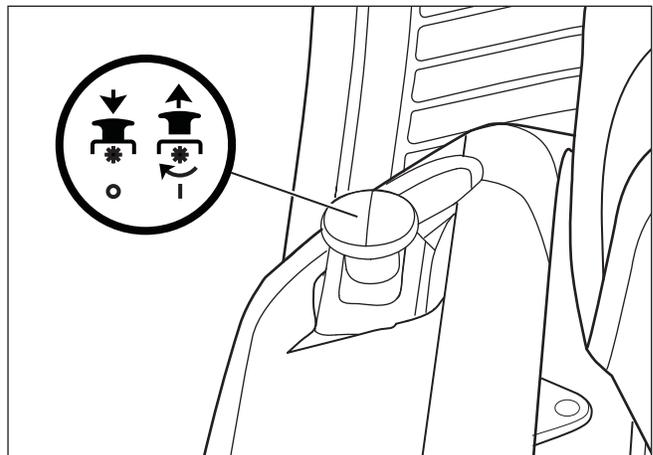

Figure 8
1. Avant de mettre le moteur en marche, s'assurer que la commande de rotation de lame est en position DÉBRAYAGE (voir la **Figure 8**).
2. Pour conduire sur un trottoir ou une route, déplacer le levier de levage en position la plus haute et déplacer la commande de rotation de lame en position DÉBRAYAGE (voir la **Figure 8**).
2. Appuyer sur la commande de rotation de lame en position DÉBRAYAGE (voir la Figure 8).
1. Appuyer sur la commande de rotation de lame en position DÉBRAYAGE (voir la **Figure 8**).
4. Déplacer lentement la commande de rotation de lame en position EMBRAYAGE (voir la **Figure 8**).